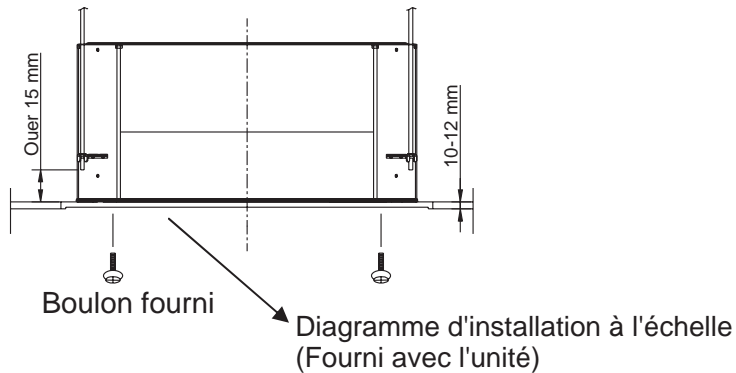

Figure 8
3. La longueur des boulons de suspension doit être appropriée à la distance entre la partie inférieure du boulon et la partie supérieure de l'unité à plus de 15 mm, ainsi qu'indiqué en figure 8.